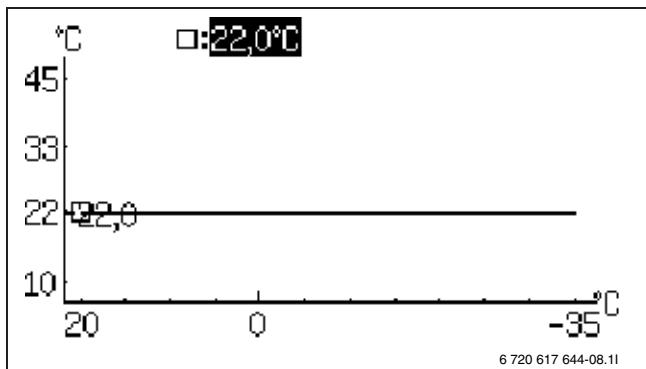

Рис. 21
► Задайте прямую (горизонтальную) отопительную кривую на 22°C (→ рис. 21). Дальнейшая информация по отопительной кривой приведена в инструкции по монтажу теплового насоса.